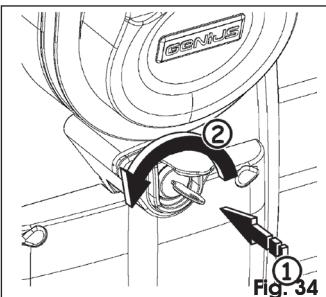

Fig. 34
- Steek de gepersonaliseerde sleutel erin en zet hem op "STOP" door hem tegen de wijzers van de klok in te draaien tot hij niet verder kan, Fig. 34.